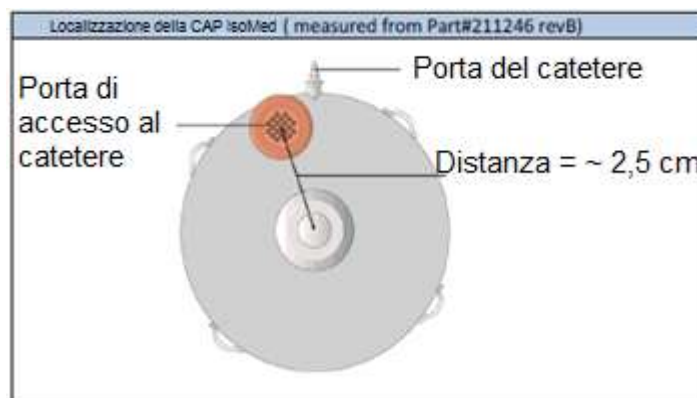

Figura 1: Localizzazione della porta di accesso al catetere della pompa IsoMed
Differenza principale: la **SAGOMA** presente all'interno del kit CAP modello 8540 per pompe Medtronic SynchroMed II **NON è compatibile** con la pompa IsoMed e non può essere utilizzata durante la procedura CAP. La porta di accesso al catetere della pompa IsoMed si trova in una posizione diversa rispetto a quella della pompa SynchroMed II (si veda figura 1).
- **Tastare per identificare il CAP presente sul lato rialzato della pompa IsoMed (figura 1 e 2).** Il CAP si trova sul bordo della pompa e dista approssimativamente 2,5 cm dalla porta di rifornimento.